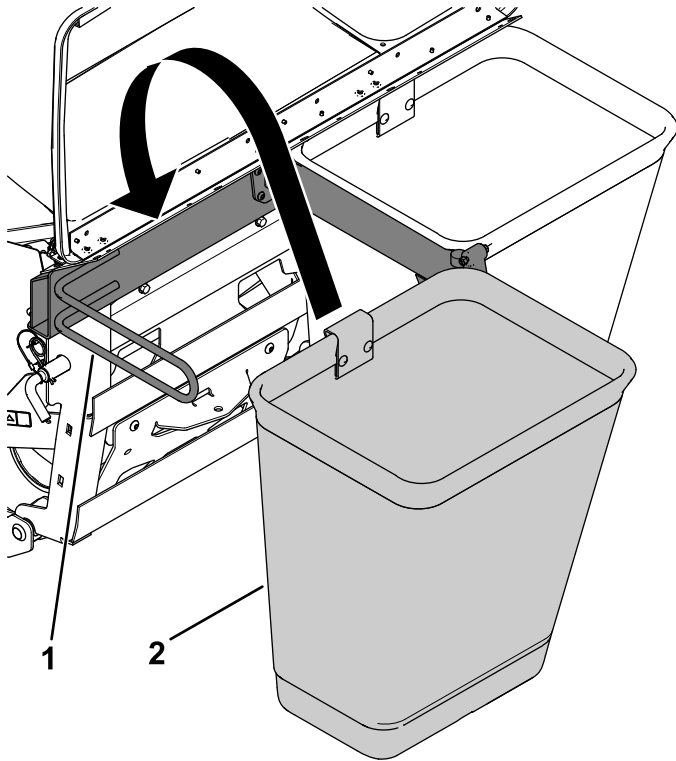

Figure 13
1. Accrochez le bac au cadre du système de ramassage (Figure 13).